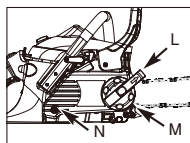

Bild. 3G
12. Befestigen Sie die Schraube (N) und folgen Sie der Anweisung unter 13, um die Kettenspannung einzustellen.
13. Ziehen Sie die Schienenbefestigungsmutter (M) in Uhrzeigersinn fest; ziehen Sie den Betätigungsknopf in Pfeilrichtung (L), um ihn im Uhrzeigersinn fest zu ziehen und drücken den Betätigungsknopf wieder zurück. (Bild. 3G)